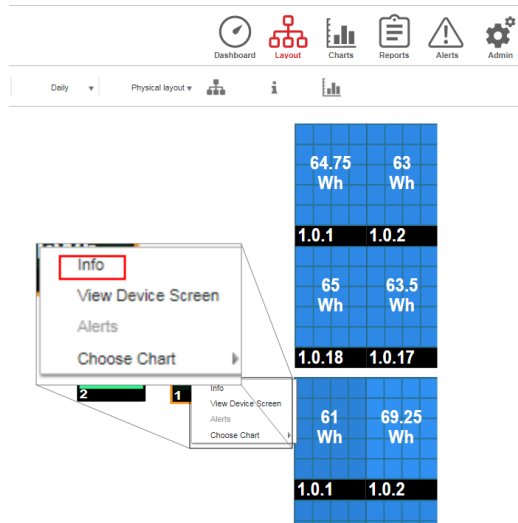

Figure 23: Menu de l'onduleur
2. Cliquez avec le bouton droit sur l'onduleur et sélectionnez **Infos** dans le menu (Figure 23). La fenêtre de détails de l'onduleur s'affiche (Figure 24).